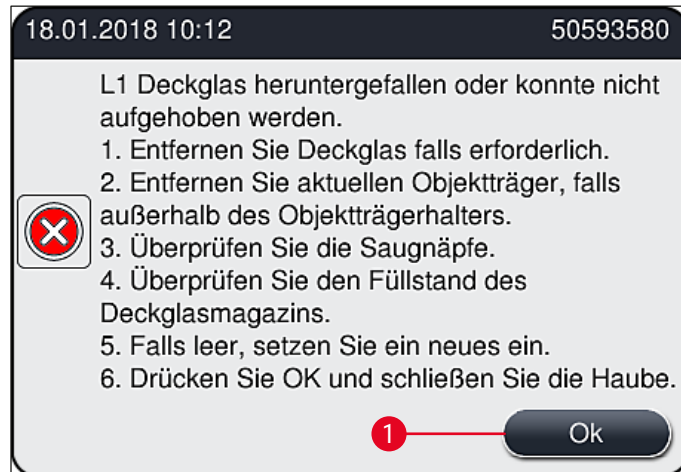

Abb. 111
Verliert das **Pick&Place-Modul** beim Transport zum Objektträger ein Deckglas oder kann das **Pick&Place-Modul** nach 3 Versuchen kein Deckglas aus dem Deckglasmagazin entnehmen, wird der Benutzer durch eine Fehlermeldung darüber informiert (→ Abb. 111).
- ① Wird diese Meldung (→ Abb. 111) angezeigt, ist vom Benutzer zunächst zu prüfen, ob ein Deckglas auf dem Transport zum Objektträger verloren wurde oder ob das **Pick&Place-Modul** kein Deckglas aus dem Deckglasmagazin aufnehmen konnte.